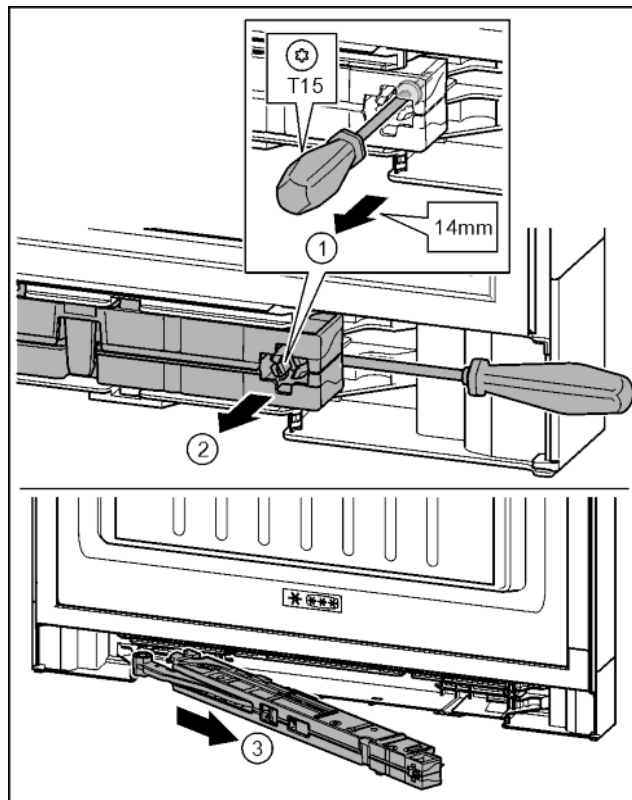

Fig. 16
- ▶ Ослабить винт на узле амортизатора с помощью отвертки T15 примерно на 14 мм. Fig. 16 (1)
- ▶ Переместить отвертку со стороны ручки за узел амортизатора. Повернуть узел вперед. Fig. 16 (2)
- ▶ Вытащить узел амортизатора. Fig. 16 (3)